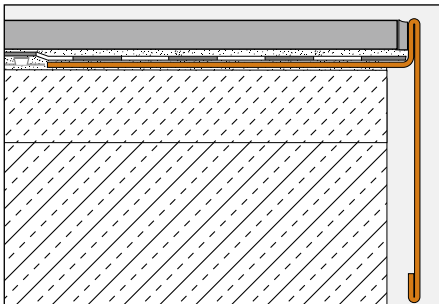

Fig. 4
### Mise en œuvre en pose collée en combinaison avec un revêtement carrelé (Fig. 4 et 5)
2. Poser le profilé de rive Schlüter®-BARA-RT de façon à noyer l'aile de fixation à perforations trapézoïdales en bordure du support dans la couche de mortier (fig.4) ou dans la couche de mortier-colle s'il s'agit d'une mise en œuvre sur la natte Schlüter®-DITRA-DRAIN préalablement collée.